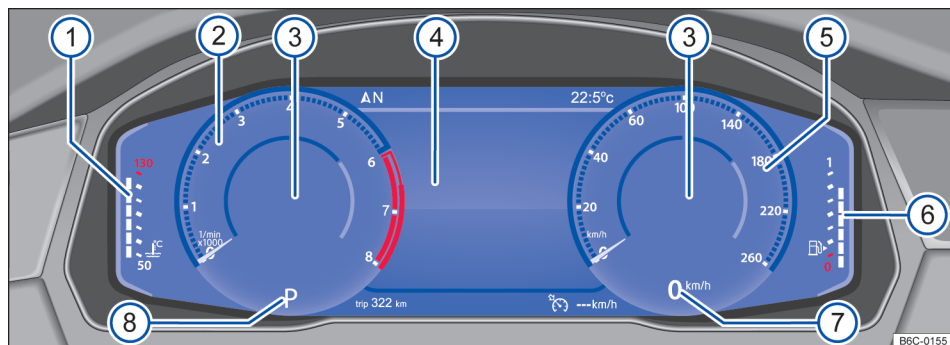

Fig. 11 Active Info Display no painel de instrumentos.
Explicações sobre os instrumentos → Fig. 11:
Dependendo da versão do rádio e do perfil de informação selecionado, o Active Info Display mostra informações adicionais no centro de instrumentos redondos → Fig. 11 ③.